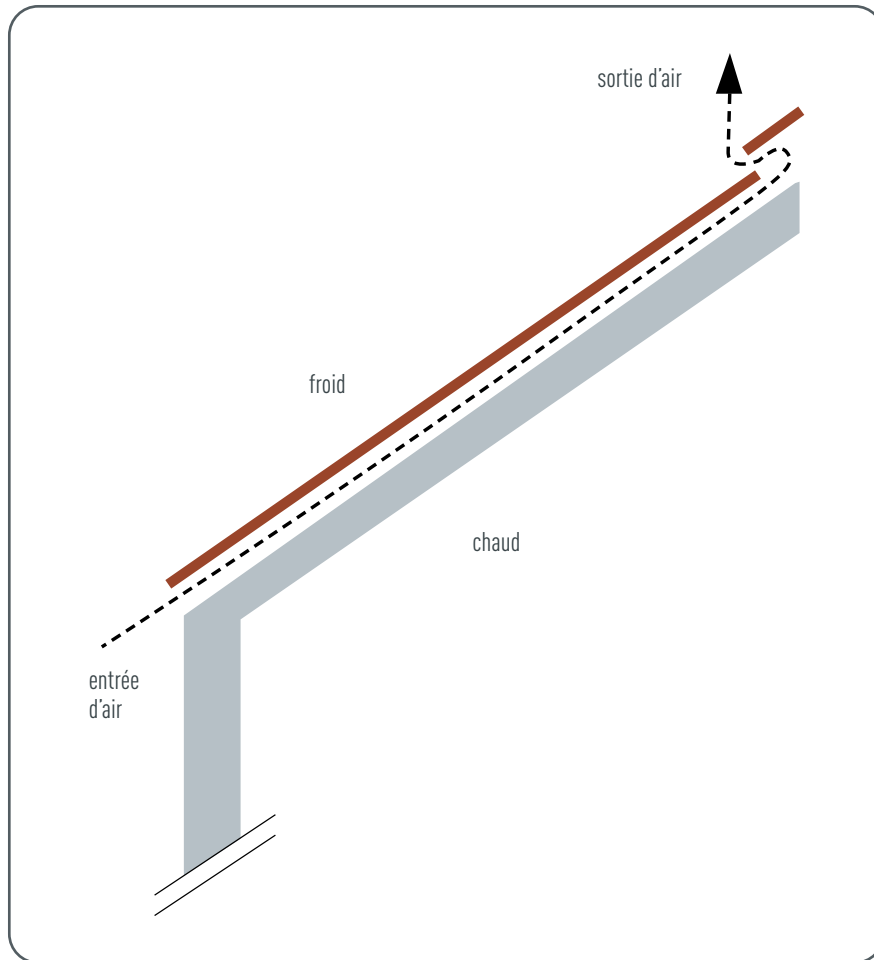

Figure 1 - Combles aménagés
La couverture et la couche d'isolation sont séparées par une lame d'air ventilée. Ceci permet d'évacuer vers l'extérieur l'humidité qui serait susceptible de s'accumuler (formation de condensation). De manière générale, c'est la couverture qui est ventilée (cf. Fig. 1).
1.1 COMBLES AMÉNAGEABLES (FIG. 1)